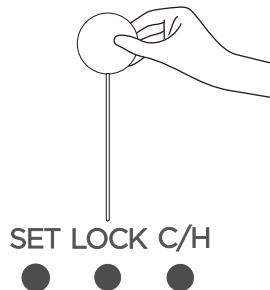

Figura 24
- Ao pressionar ^{LOCK}  para travar os botões (vide Figura 24), a tela mostrará o ícone "🔒".